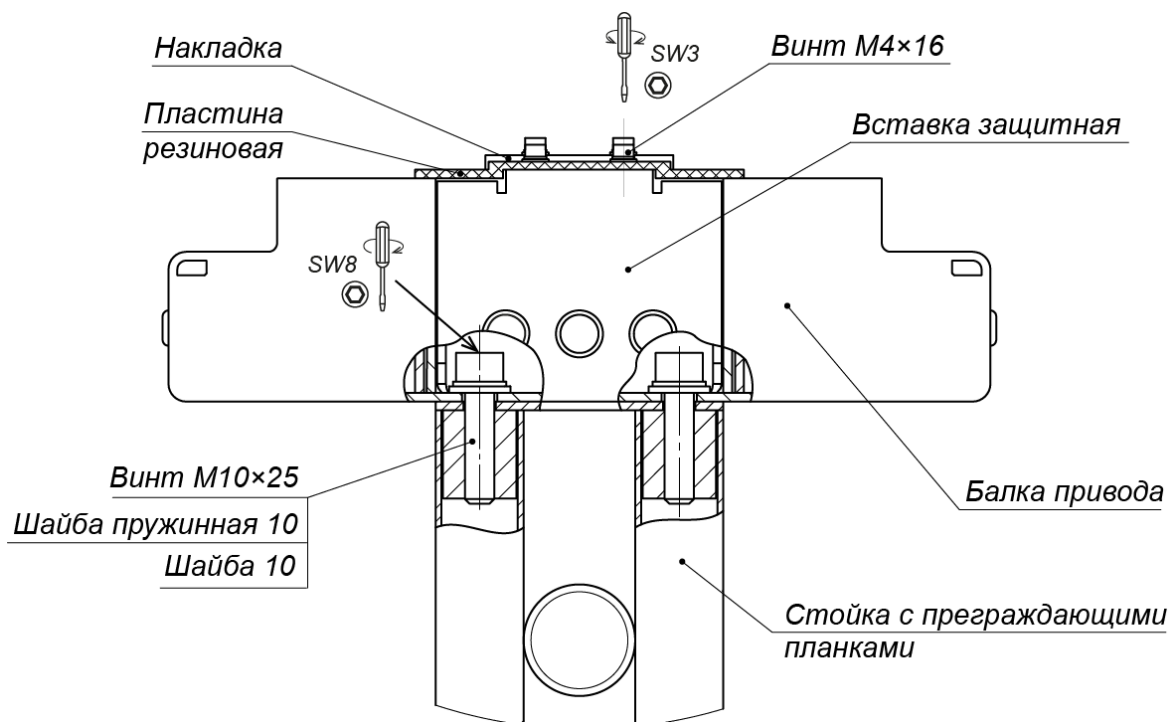

Рисунок 16. Крепление балки привода (8) к стойке с преграждающими планками (5)
- Закрепите балку привода на балке опорной (7) двумя болтами M8×25, ключ SW6, используя две пластины из комплекта поставки (см. рис. 16).